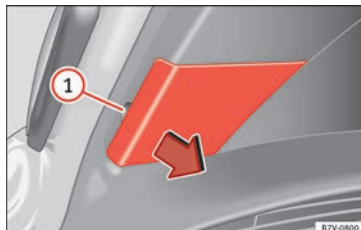

Abb. 110 In der Heckklappe: Abdeckung abnehmen.
2. Mit der flachen Klinge des Schraubendrehers aus dem Bordwerkzeug (» **Abb. 99**) die Abdeckung an der Aussparung » **Abb. 110** ① vorsichtig abhebeln.